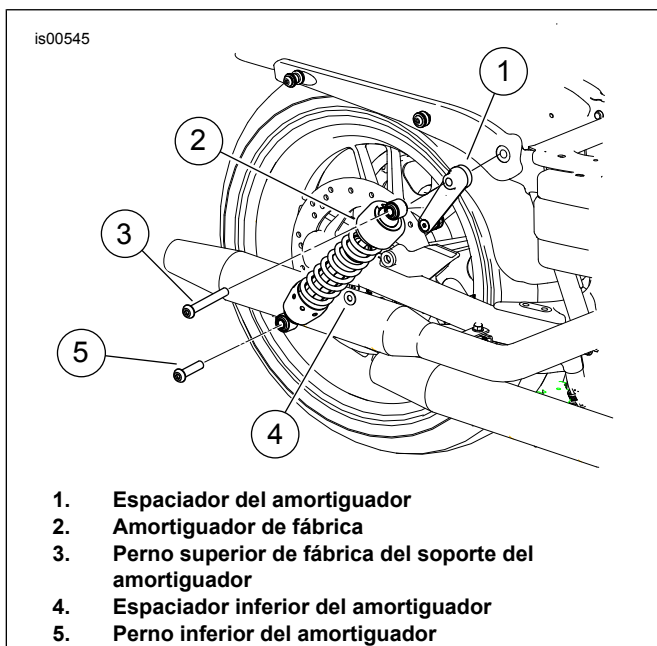

Figura 3. Instalación del acoplamiento de tres puntos
3. Vea la Figura 3. Aplique Loctite 243 al perno inferior del amortiguador (5) del kit y arme el amortiguador inferior en la horquilla trasera con el espaciador inferior nuevo (4) del amortiguador entre el amortiguador y la horquilla trasera. Apriete el perno inferior del amortiguador a 41–61 N·m (30–45 ft-lbs).